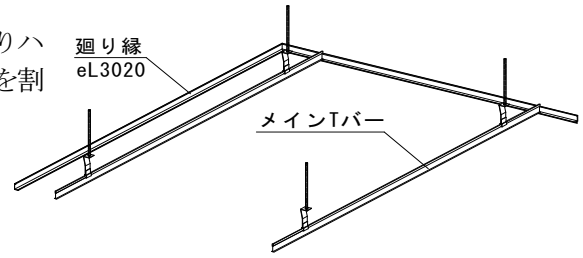

図2-10 Tバーの取付け②
- ② メインTバーのストレートジョイント位置は直吊りハンガーから300mm以下になるようにメインTバーを割付けてください。(図2-10 参照)